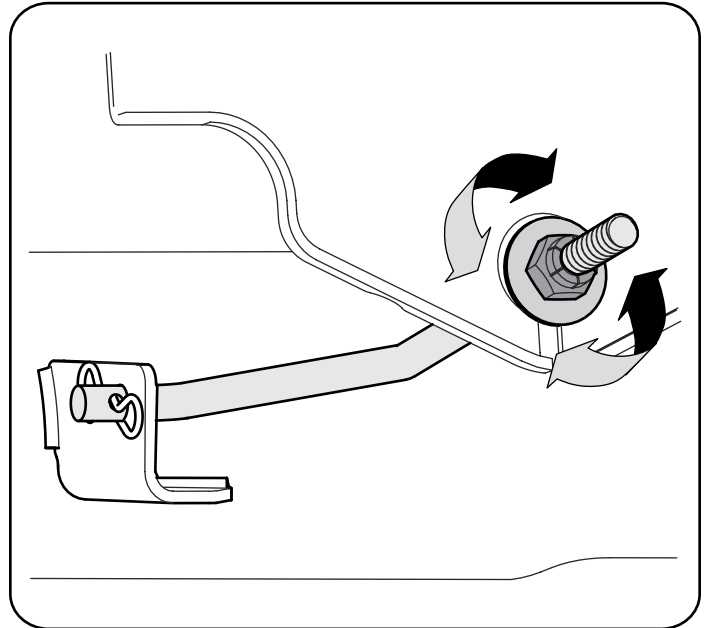

Figura 21
- Localice la contratuerca y la tuerca de seguridad que se encuentran en la parte delantera de la ménsula estabilizadora. Consulte la Figura 21.